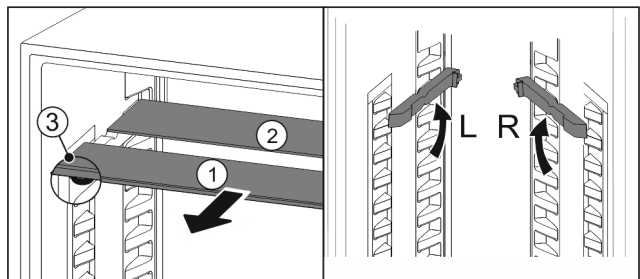

Fig. 195
- ▶ По одной извлеките Fig. 195 (1) стеклянные панели движением вперед.
- ▷ Стеклянная панель Fig. 195 (1) с декоративной планкой лежит спереди.
- ▷ Стопоры Fig. 195 (3) показывают вниз.